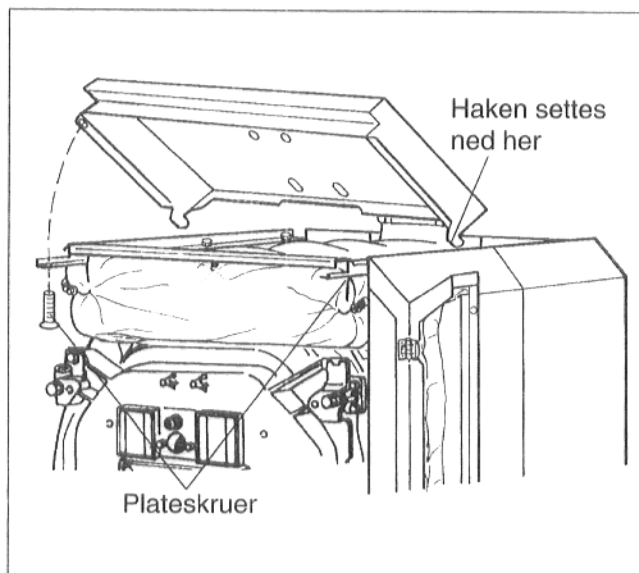

Fig. 39
- Hakene på fremre topp-plate stikkes ned i fremre sidevegg (Fig. 39).
- Fremre topp-plate festes til travers med to plateskruer, som skrues nedenfra og opp i topp-platen (Fig. 39).